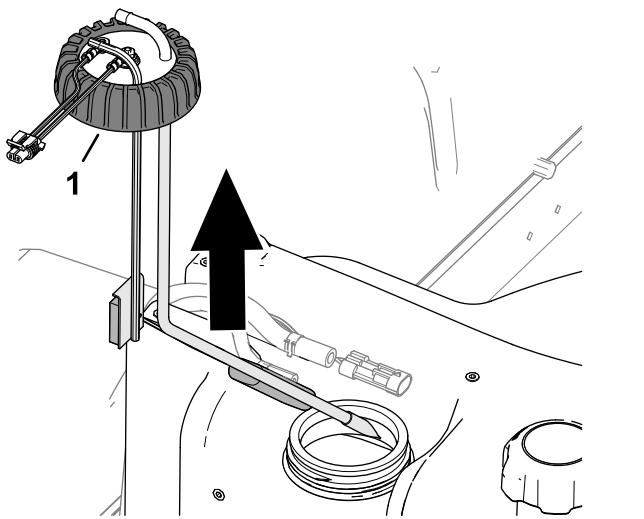

Figure 90
5. Desserrez le chapeau du transmetteur de niveau de carburant (Figure 90).